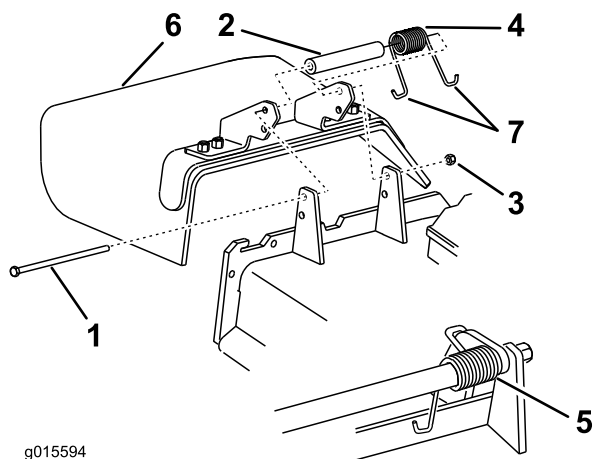

Figura 89
1. Retire a porca de bloqueio, o parafuso, a mola e a cunha que fixam o deflector aos apoios de articulação (Figura 89). Se o deflector de relva estiver danificado ou gasto, retire-o.
**Nota:** Certifique-se de que a extremidade em J de mola está montada por trás da extremidade da plataforma antes de colocar o parafuso como apresentado em Figura 89.
3. Coloque o parafuso e a porca. Coloque uma extremidade em gancho J da mola em torno do deflector de relva (Figura 89).